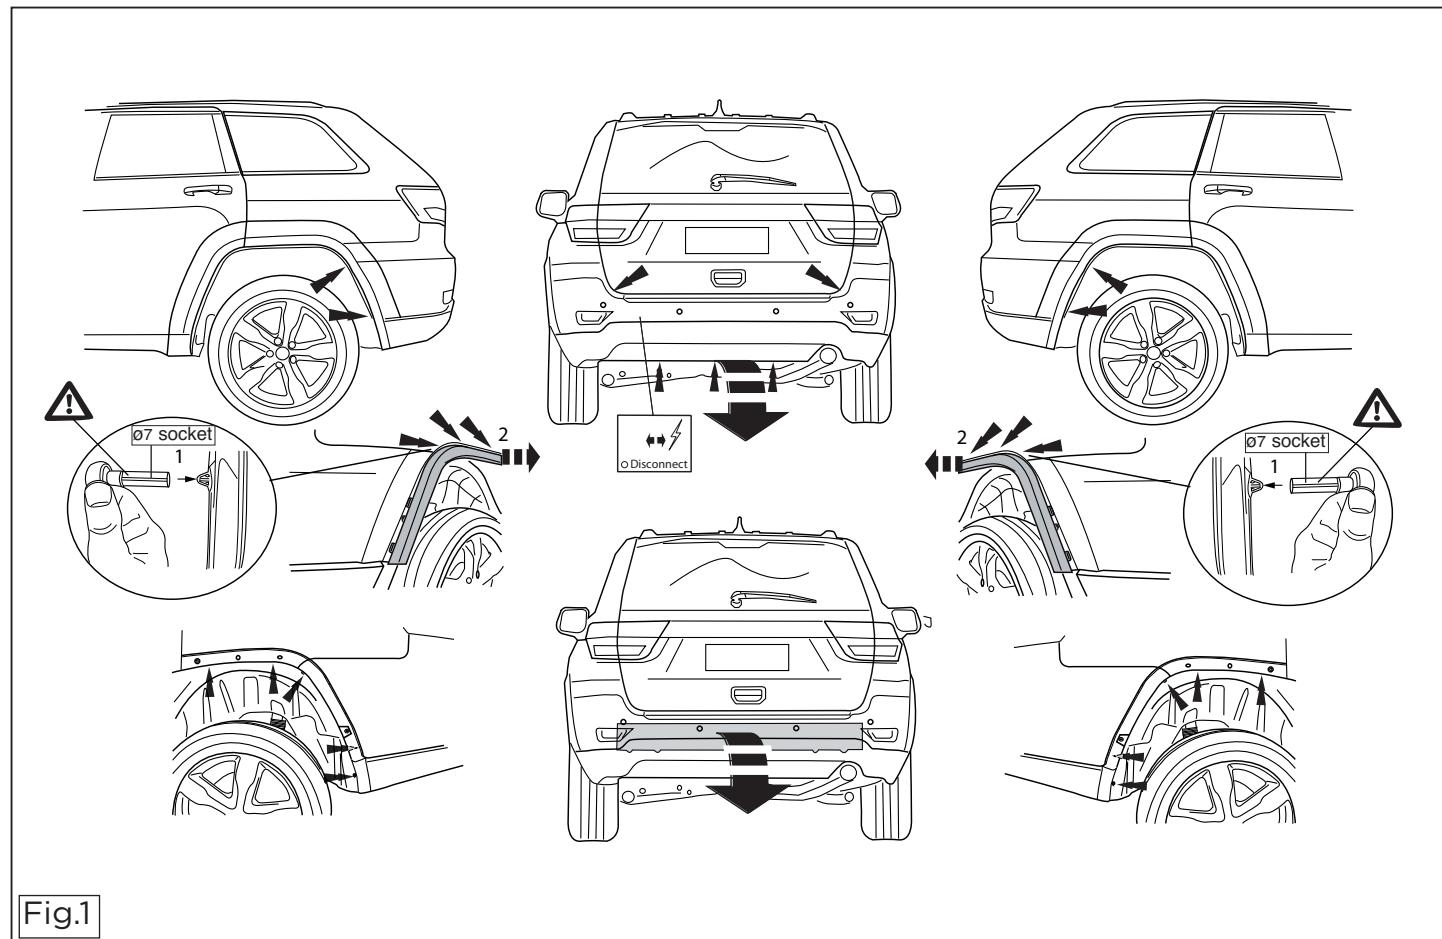

Fig.1
2. The bumper beam will no longer be needed. (see fig. 1).
1. Die Stoßstange einschließlich des stählernen Stoßbalkens vom Fahrzeug abmontieren. Der Stoßbalken wird nicht mehr benötigt. (siehe Fig. 1).
1. Demontera stötfångaren inklusive stöstrandens av stål från fordonet, stöstrandens förfaller. (se fig. 1).
1. Demonter kofangeren, inklusive køretøjets stålstødbjælke. Denne bliver overflødig. (jævnfør fig. 1).
1. Снять бампер вместе со стальным буферным бруском автомобиля; буферный брус больше не понадобится. (См. рисунок 1).